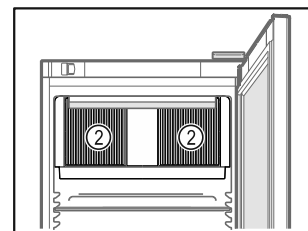

Fig. 31
- ☐ Sørg for at cirkulationsblæserens ventilationsåbninger Fig. 31 (2) i det indvendige rum altid er frie.